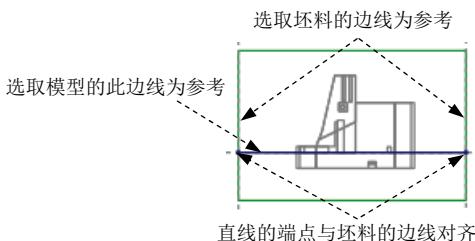
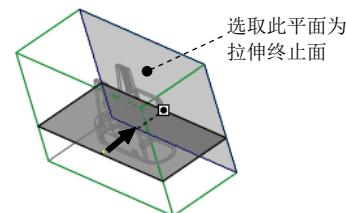

图 19.37 截面草图
图 19.38 选取拉伸终止面
(3) 进入草绘环境后，选取图 19.37 所示的坯料边线和模型边线为草绘参考，然后绘制截面草图 (即一条直线)，如图 19.37 所示。完成特征截面的绘制后，单击“草绘”操控板中的“确定”按钮 。
(4) 设置深度选项。
① 在操控板中选取深度类型 (到选定的)。
② 将模型调整到图 19.38 所示的视图方位，选择图 19.38 所示的平面为拉伸终止面。
(5) 在“拉伸”操控板中单击 按钮，完成特征的创建。